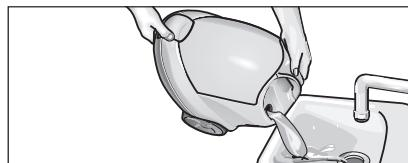

Fig. 13: Clătirea încălzitorului
- Umpleți încălzitorul cu apă și agitați-l puternic (prin această se desprind depunerile de calcar, care s-au depus pe fundul încălzitorului). Vărsați apă, prin înclinarea aparatului spre colțul prevăzut cu o pâlnie de umplere (vezi fig. 13).
- Vărsați din încălzitor întreaga cantitate de apă remanentă (vezi fig. 13).